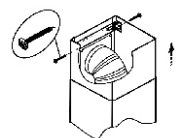

рис. 8
• Выдвиньте верхнюю фальштрубу, навесьте ее на кронштейн (рис.8) и закрепите винтами 3,5x11 мм.